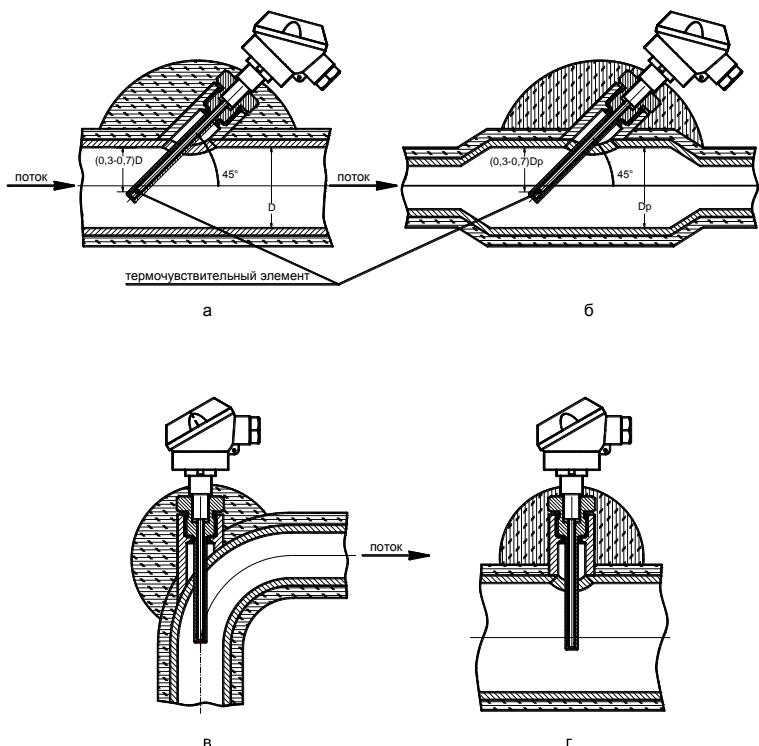

Рисунок 8.8 Рекомендуемые варианты установки термопреобразователей на трубопроводе
8.4.1 В выбранном месте установки ТС в верхней части трубопровода делается отверстие под защитную гильзу. Глубина погружения чувствительного элемента ТС должна быть (0,3-0,7)D, где D – внутренний диаметр трубопровода (рисунок 8.8 а).
8.4.2 Если диаметр чувствительного преобразователя ТС превышает $0,13D$, то допускается при установке ТС применять расширитель (рисунок 8.8 б), где D_p – внутренний диаметр расширителя.